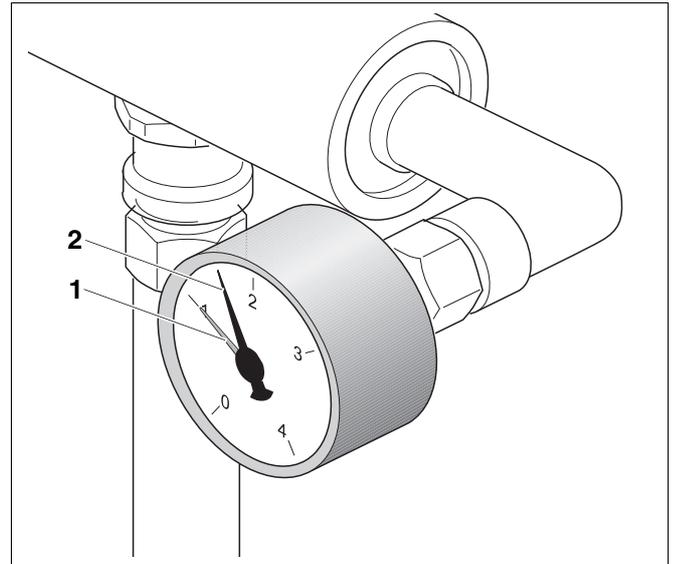

Fig. 26 Manometro
- Regolare la lancetta rossa (fig. 26, **pos. 1**) del manometro dell'impianto di riscaldamento sulla pressione minima necessaria di 1 bar.